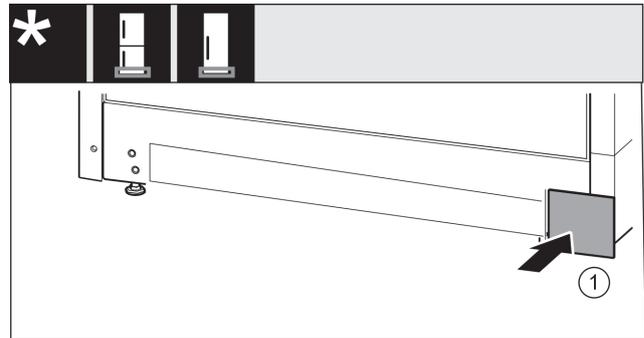

Fig. 28
- ▶ Volver a colocar la cubierta en el otro lado. Fig. 28 (1)